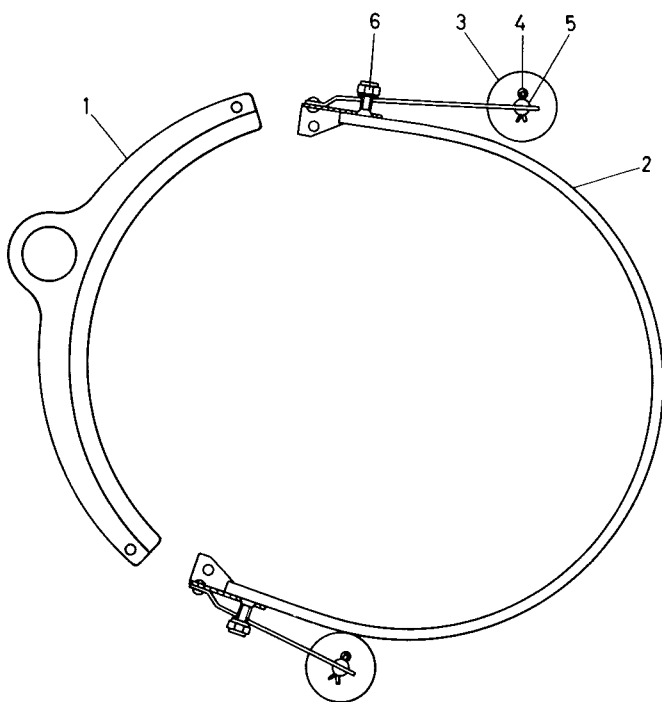

Fig. 6. Linförare och linstyrningsdon
Lossa linändarna på lintrumman. Lossa stoppringarna (2) fig. 5. Ta bort de två skruvarna (3) som håller bygeln (4). Koppla loss kablarna till mikrobrytarna (5) och dra därefter ut gränsbrytardonet. Lossa skruven som håller låsbrickan (6) i apparatplåten. Dra därefter ut axeln (7). Linförare (1) och linstyrningsdon (2) fig. 6 skiljs åt på lintrumman. De cylindriska pinnarna som sammanhåller dessa delar demonteras därvid. Linstyrningsdonen är försedda med tryckrullar (3). Dessa demonteras genom att de båda saxpinnarna (4) i axeln (5) till rullen dras ur. Ta därefter bort tryckrulle och axel. Vid byte av tryckrulle byts även axeln till densamma. Linförare och linstyrningsdon monteras enligt följande: Fäst linförare och linstyrningsdon runt lintrumman genom att sticka i de cylindriska pinnarna, som sammanhåller dessa delar.